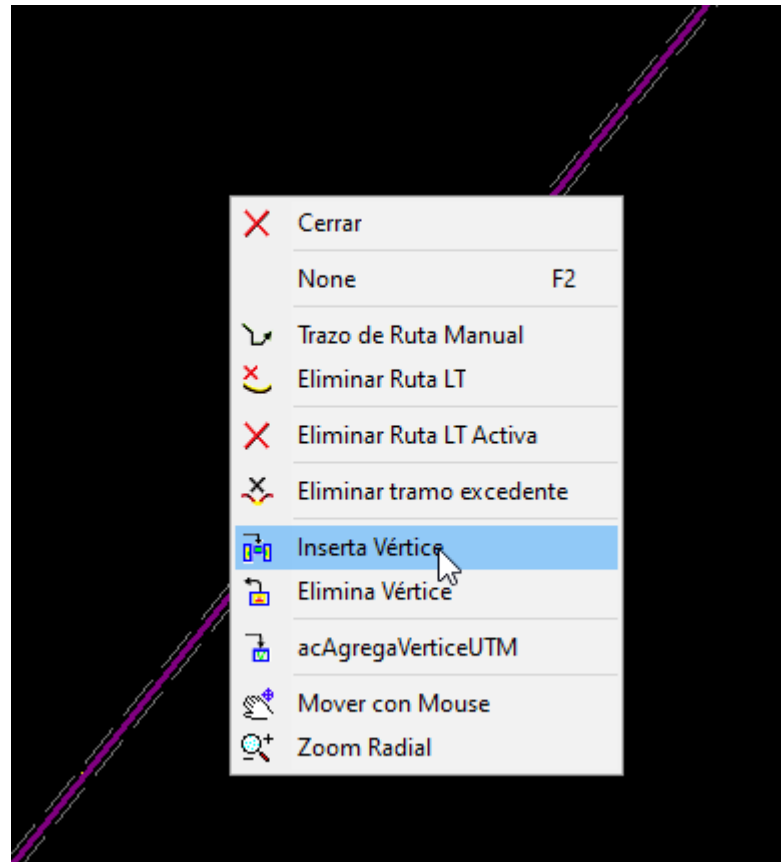

Fig. 3.24
- b) Cuando está cercano al punto que se desea fijar como vértice, presionar el botón Izquierdo del mouse (Ver Fig. 3.24).
- g) En caso desee adicionar nuevos vértices a una ruta ya existente o desee insertar un vértice en un tramo intermedio, utilizar la opción "Insertar vértice" que aparece al hacer clic con el botón derecho del ratón" (Ver Fig. 3.24).